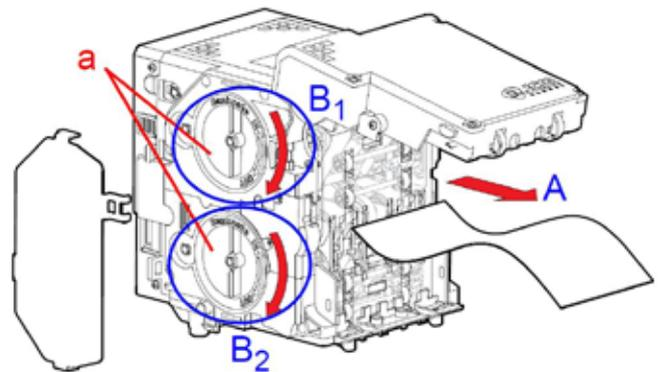

figure 2
5. Retirer le billet bloqué de l'intérieur du parcours de transport des billets (figure 2 A).
6. Si la position du billet bloqué n'est pas évidente ou à l'intérieur du circuit arrière, tourner les manettes du tambour du recycleur (figure 2 a) à la main vers l'extérieur tel qu'indiqué par la flèche rouge dans les cercles bleus B1 et B2 montrés sur la figure 2.